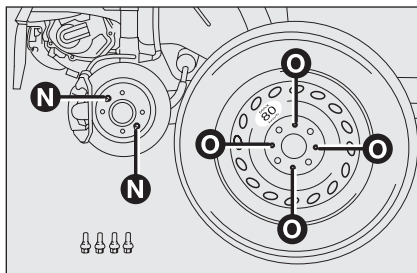

fig. 8
- ☐ montare la ruota di scorta (ruotino di scorta per versioni/mercati, dove previsto) facendo coincidere i perni **N**-fig. 8 con uno dei fori **O** presenti sulla ruota stessa;